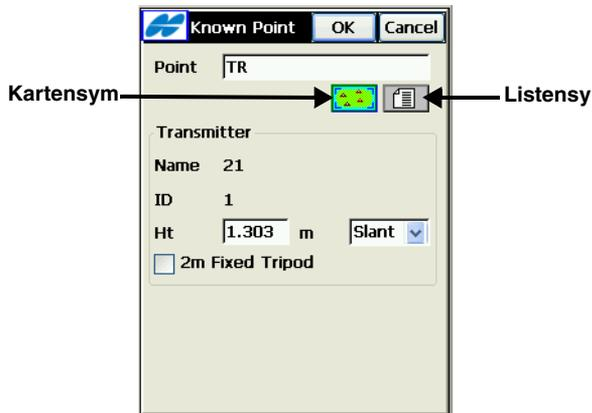

Abbildung A-3. Laser auf bekanntem Punkt
4. Falls *Bek. Trans. d. hor. Pos.* aktiviert wurde, wird das Fenster **Bekannter Punkt** (Abbildung A-3 auf Seite A-3) angezeigt. Wählen Sie den Punkt, auf dem der Laser aufgestellt wurde, auf der **Karte** oder in der **Liste**. Tippen Sie auf **OK**.